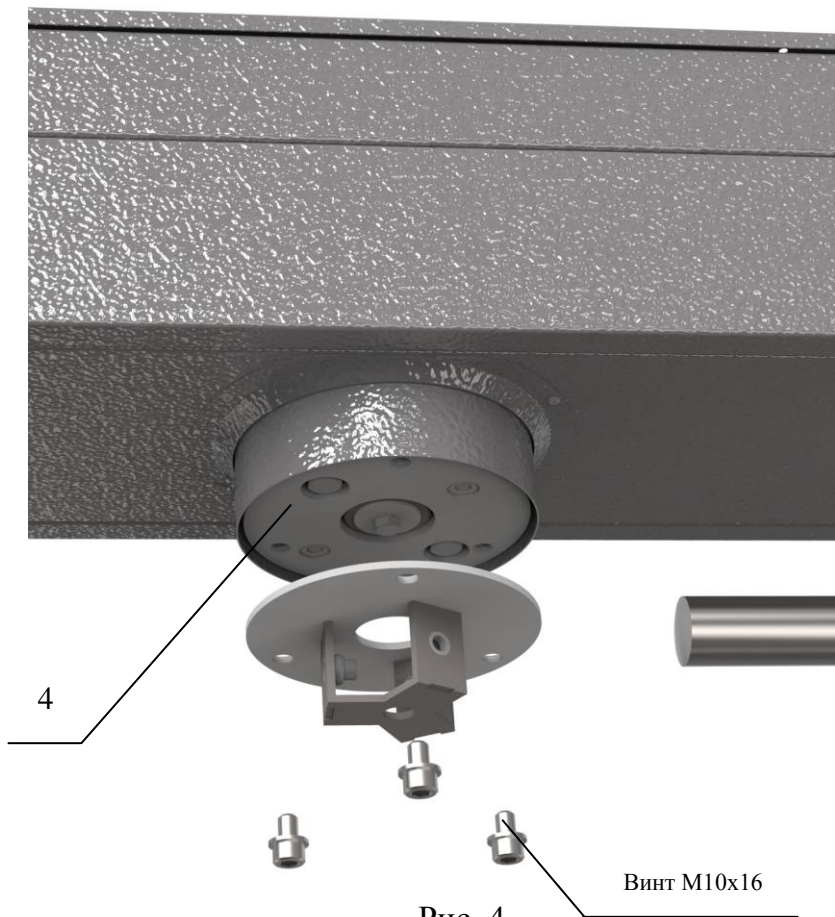
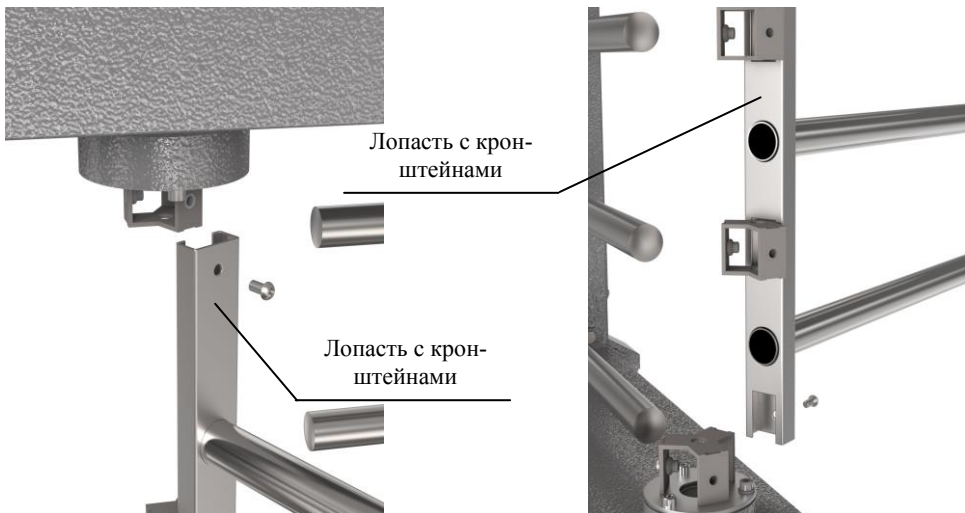

Рис. 4
Рис. 5
*2. Сборка центральной стойки (Рис. 4 и Рис. 5):*
- установите на диск муфты привода рис.4) верхний фланец центральной стойки и закрепите винтами М10х16; в первую очередь установите на посадочные плоскости фланцев лопасть с внутренними кронштейнами (рис.5) и закрепите винтами М8 (не затягивая их);